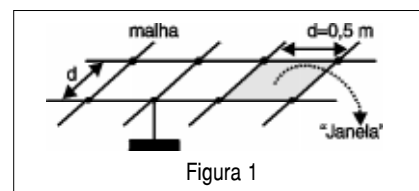

Figura 1
Na figura 1 temos um exemplo da ligação de um PC à rede elétrica, que possui duas fases (+110 VCA, - 110 VCA), e um neutro.
Ainda analisando a **figura 1** , vemos que o PC está ligado em 110 VCA, pois utiliza uma fase e o neutro.
a mais comum está mostrada na **figura 1**.
Os sistemas de comunicações seriais como RS 232 são especialmente sensíveis à EMI. A RS 232 utiliza o terra dos sistemas comunicantes como referência para os sinais de transmissão (TX) e recepção (RX). Caso haja diferenças de potenciais entre esses terras, a comunicação poderá ser quebrada. Isso ocorre quando o terra utilizado como referência não está dentro do valor ideal (menor ou igual a 10Ω), portanto o fio terra serve como uma “antena” receptora de EMI. Notem, pela **figura 1**, o diagrama simplificado do fenômeno.